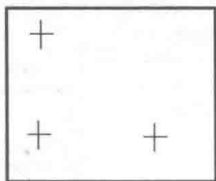

图 1-8 三点创建坐标系图
- ② 给出坐标原点、 x 轴正方向上一点和 y 轴正方向上一点，确定 xOy 面如图 1-8 所示。
- ③ 弹出输入框，在此输入坐标系名称，按回车键确定。
(3) 两相交直线方式：拾取一条直线作为 x 轴，给出正方向，再拾取另外一条直线作为 y 轴，给出正方向，生成新的坐标系。